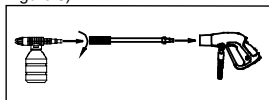

Figure 8 - Attach applicator to gun
4. Fixez applicateur de détergent au pistolet. (Voir Figure 8)